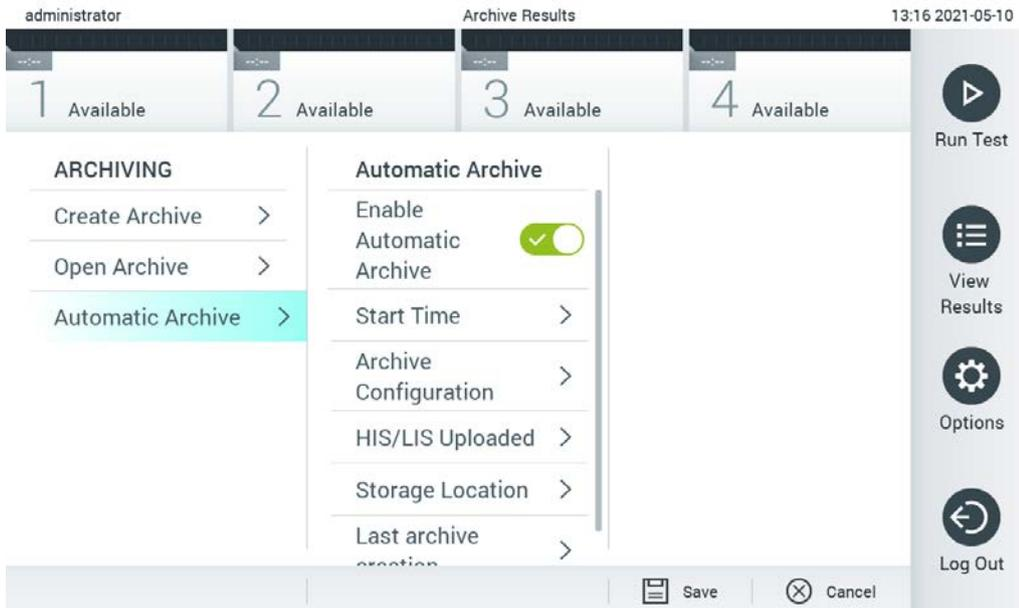

Figura 57. Opzioni di Automatic Archive (Archiviazione automatica).
2. Premere **Automatic Archive** (Archiviazione automatica) e abilitare la funzione (Figura 57, pagina successiva).